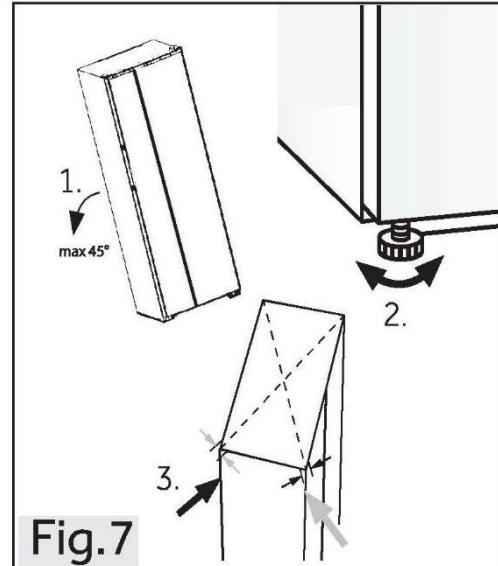

Fig.7
1. Kantel het apparaat iets naar achteren (afb. 7).